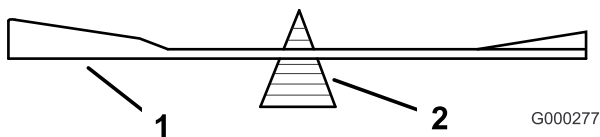
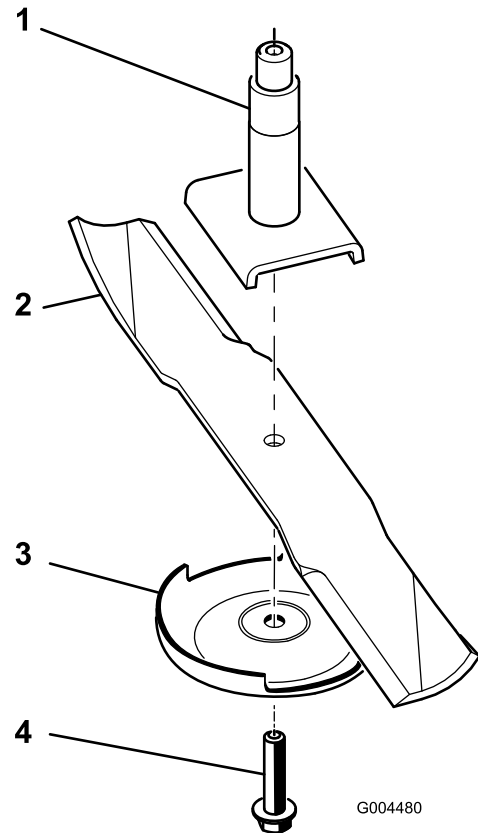

Figure 68
Figure 69
2. Enlevez le boulon, la plaque anti-scalp et la lame de l'axe de pivot (Figure 69).
2. Vérifiez l'équilibre de la lame en la plaçant sur un équilibreur (Figure 68). Si la lame reste horizontale, elle est équilibrée et peut être utilisée. Si la lame est déséquilibrée, limez un peu l'extrémité de la partie relevée seulement (Figure 69). Répétez la procédure jusqu'à ce que la lame soit équilibrée.
1. Placez la lame sur l'axe (Figure 69).
2. Montez la plaque anti-scalp et le boulon de lame (Figure 69).